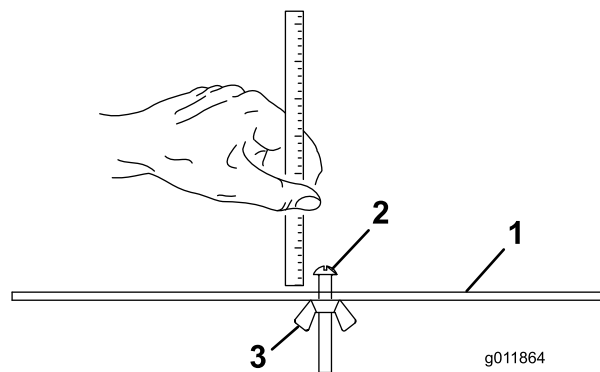

Рисунок 18
- Ослабьте затяжку гайки измерительной планки (Рисунок 18) и установите регулировочный винт на требуемую высоту скашивания.